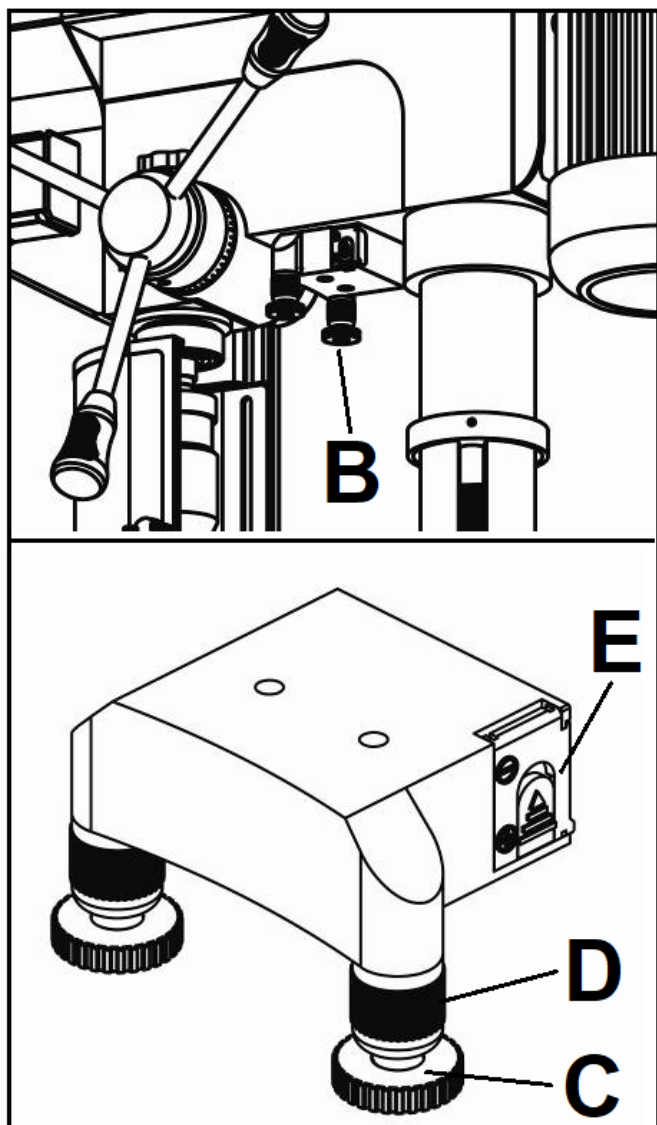

Рис. 26
Лазеры предназначены для использования со спиральными сверлами. Лазерная сборка была установлена и настроена на заводе. Лазерный указатель (В, рис. 26) необходимо проверить перед использованием. Чтобы отрегулировать лазерную направляющую:
4. Откройте дверцу аккумуляторного отсека и установите аккумулятор (Е, рис. 26).
6. Если лазерные линии не совпадают, ослабьте фиксирующие ручки (D, рис. 26) с каждой стороны лазерной направляющей и вращайте регулировочную ручку (С, рис. 26), пока линии не сойдутся в центре «Х». Снова затяните фиксирующие ручки (D, рис. 26), чтобы зафиксировать их.